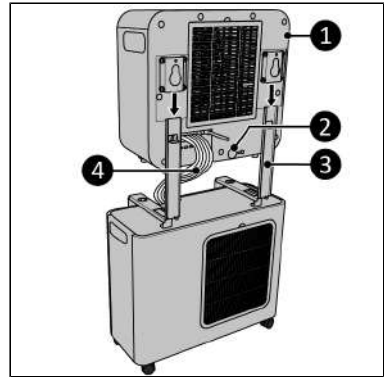

Abbildung 59.
4. Schieben Sie das Innengerät (Abbildung 59, Pos. 1) über die Halterungen (Abbildung 59, Pos. 3).
5. Führen Sie den Kältemittelschlauch (Abbildung 59, Pos. 4) zwischen Innen- und Außengerät. Vermeiden Sie es, den Kältemittelschlauch in kleineren Biegungen als 30 mm zu biegen.
6. Entfernen Sie den Wasserstopfstopfen (Abbildung 59, Pos. 2).